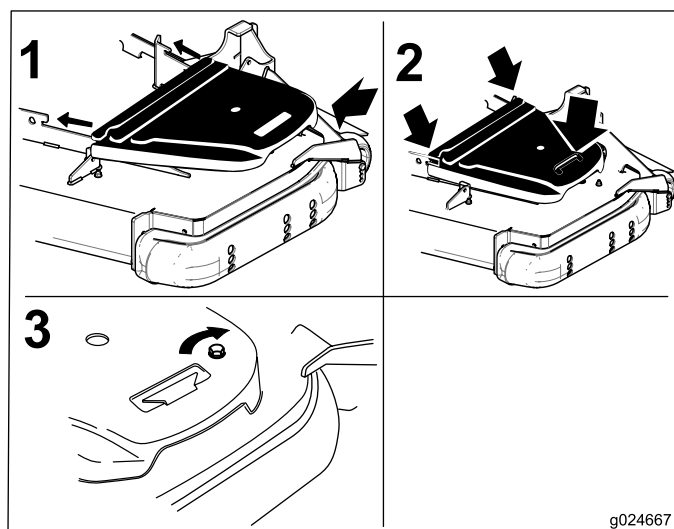

Figura 72
12. Instale las cubiertas de la correa (Figura 72).